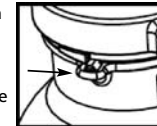

Figura 2
- Retire el ensamblaje de la tapa presionando hacia abajo la lengüeta de seguridad (Figura 2) y girando la tapa 1/4 de vuelta hacia la izquierda. Retire la tapa.